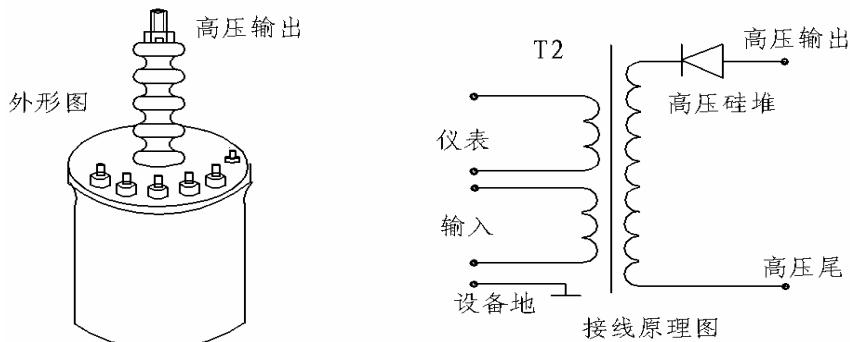

图 2.9 高压试验变压器示意图
5. 高压试验变压器（高压 PT）（选配仪器）：高压闪络测试时，推荐使用功率 1.5—5KW，输出电压 0—70KV（直流）的交直流两用试验变压器，也可选用一体化高压试验电源。常用的交直流两用试验变压器其外形图和接线图如图 2.9 所示：